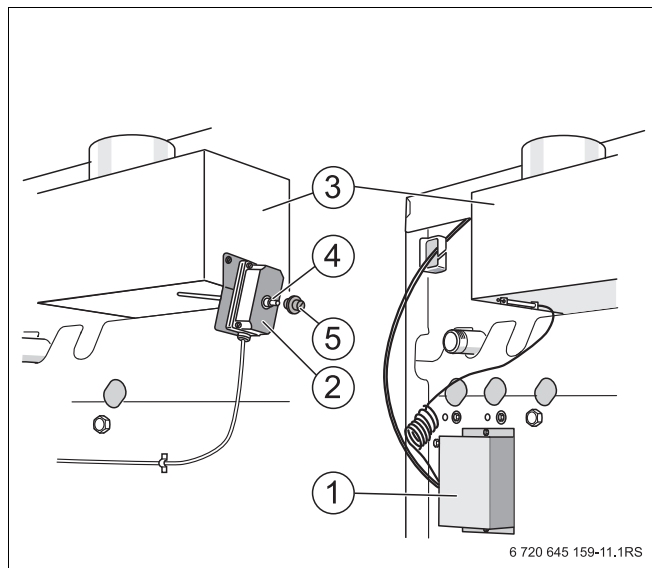

Рис. 2 Системы контроля дымовых газов
- Система контроля дымовых газов AW 50 (Рис. 2, **поз. 1**) через несколько минут вновь автоматически запускает горелку при наличии запроса на тепло от теплопотребителей.
- На системе контроля дымовых газов AW 10 (Рис. 2, **поз. 2**) примерно через две минуты снимите защитный колпачок (Рис. 2, **поз. 5**) и нажмите разблокировочный штифт (Рис. 2, **поз. 4**).